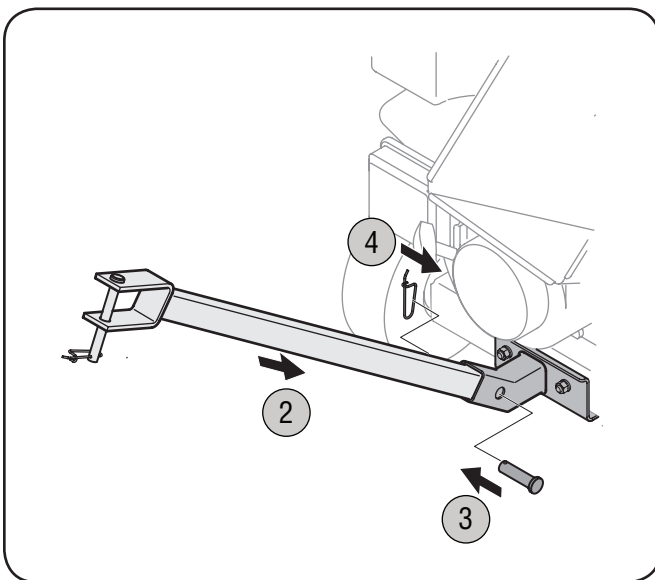

Figure 3-4
4. Fixez la barre au support à l'aide de la goupille à ressort. Voir Figure 3-4.